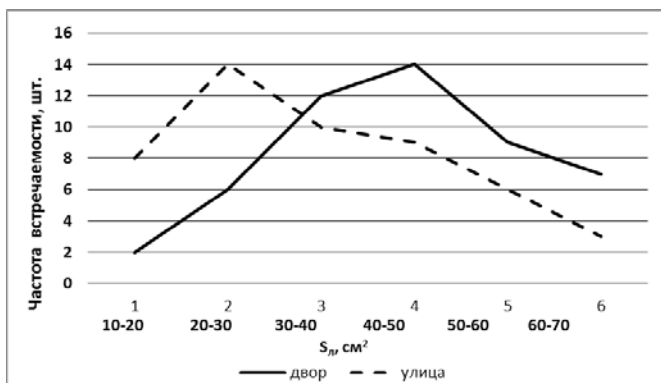

Рис. 3. График зависимости площади листьев тополя бальзамического от чистоты ареала произрастания у дороги и во дворах улицы _____
1. На графике отобразить 2 кривые, соответствующие двум образцам (рис. 3). По оси абсцисс графика показать группы площадей листьев. По оси ординат отложить частоту встречаемости листьев.